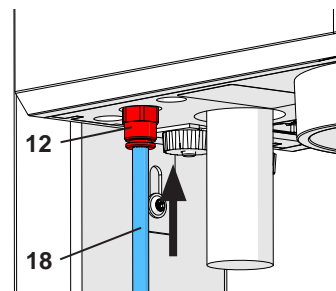

Fig. 5-a
Sur les modèles plus anciens, le filtre d'entrée (13) se trouve à l'extérieur de l'appareil (Fig. 5-b). Dans ces cas, introduire le tuyau à air comprimé (18) dans le filtre d'entrée (13). Lors de cette opération, il faut pousser au-delà d'une légère résistance. Ne JAMAIS utiliser l'appareil sans filtre d'entrée !